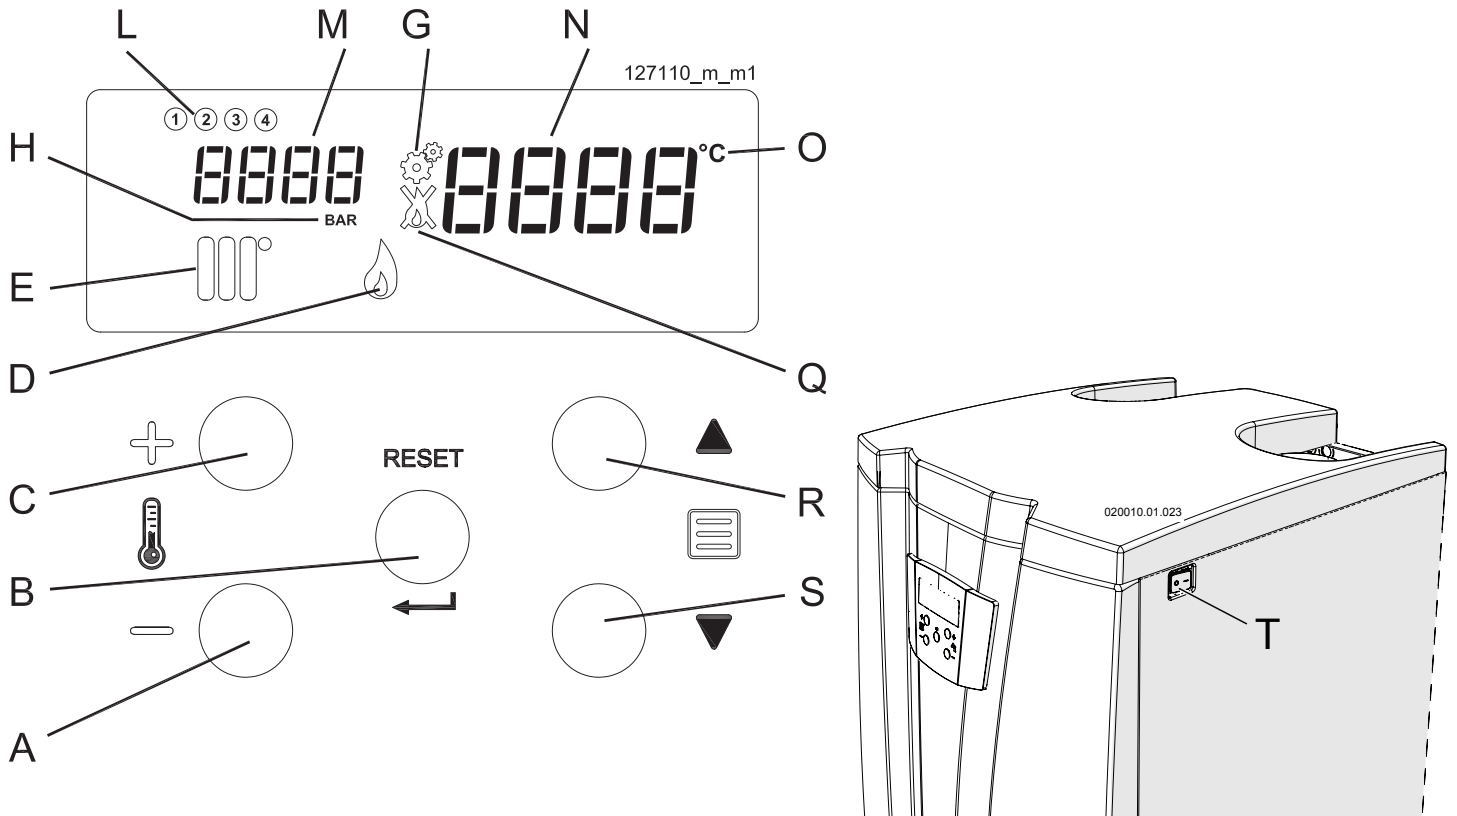

Figura 7-1 - Quadro comandi e pulsante di accensione
- 2.-accendere l'apparecchio portando in posizione ON l'interruttore "T" di Figura 7-1;
Legenda Figura 7-1
automaticamente e il visore "N" di Figura 7-1, mostra **Err**
- 2.- accendere l'apparecchio portando in posizione ON l'interruttore "T" di Figura 7-1;
- 4.- regolare la temperatura come da capitolo 7.5; L'apparecchiatura di comando e controllo farà accendere il bruciatore. Se l'accensione non avviene entro 3 minuti minuti, l'apparecchio ritenta automaticamente l'accensione per cinque volte, dopodiché se continua a non accendersi, si blocca e il visualizzatore indicherà Loc 1 insieme all'icona  e l'icona del bruciatore corrispondente lampeggiante ("L" Figura 7-1)
(Figura 7-1). Quando i tasti vengono premuti, il display ("N" Figura 7-1) mostra la temperatura richiesta. Il campo di regolazione della temperatura va da 20°C a 80°C.
Se l'apparecchio deve rimanere spento per un tempo relativamente breve (qualche giorno e comunque senza che vi possa essere un rischio di gelo), è sufficiente togliere tensione dall'interruttore "T" di Figura 7-1.
Per ridurre il consumo di energia del display (Figura 7-1), dopo 5 minuti dall'ultima operazione eseguita, esso si spegne automaticamente. È possibile disattivare questa funzione o modificarne il tempo tramite il parametro
Premendo il tasto RESET per 2 secondi si accede al “Menù utente”. Il visore “M” di Figura 7-1, comincia a mostrare il